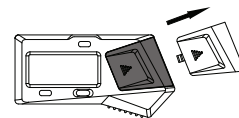

Fig.1
- Retire la tapa de la batería (Fig.1)